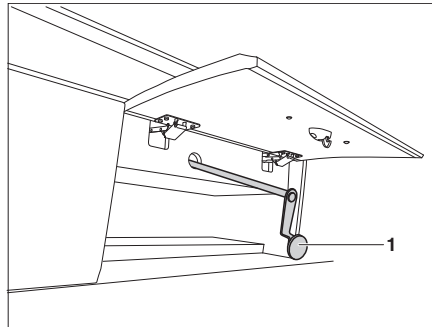

Fig. 157 Commande de secours pour le lit escamotable électrique
- ▶ En cas de panne de courant, le lit escamotable électrique peut également être commandé avec une manivelle de secours (Fig. 157). Celle-ci se trouve derrière un portillon de compartiment de rangement.